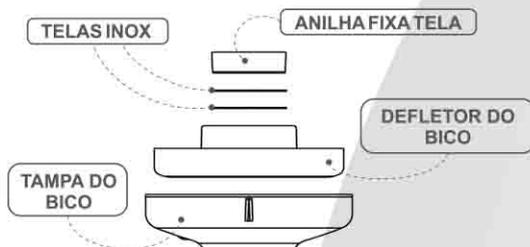

fig.6B
5. Sempre que manusear o bico de saída d'água esteja com as mãos limpas para manter a qualidade da água. A limpeza do bico pode ser feita com algodão levemente umedecido com álcool em gel. Após a limpeza do bico, secar devidamente e retirar todo o excesso de álcool, descartando um copo d'água. Para acessar o interior do bico siga a (fig.6B).